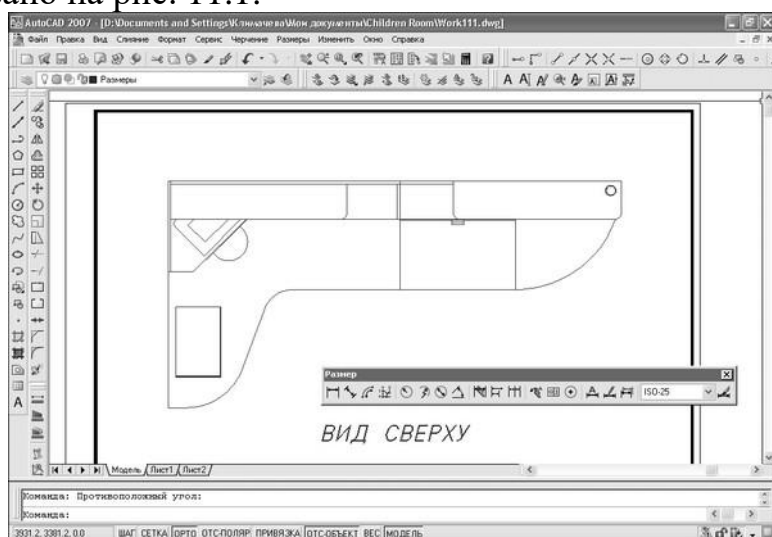

Рис. 11.1 Окно AutoCAD с чертежом Work111.dwg после изменения масштаба и включения отображения панели Размер
4. Включите отображение панели инструментов Размер и расположите ее в правом нижнем углу области черчения, не делая панель стационарной, как показано на рис. 11.1.